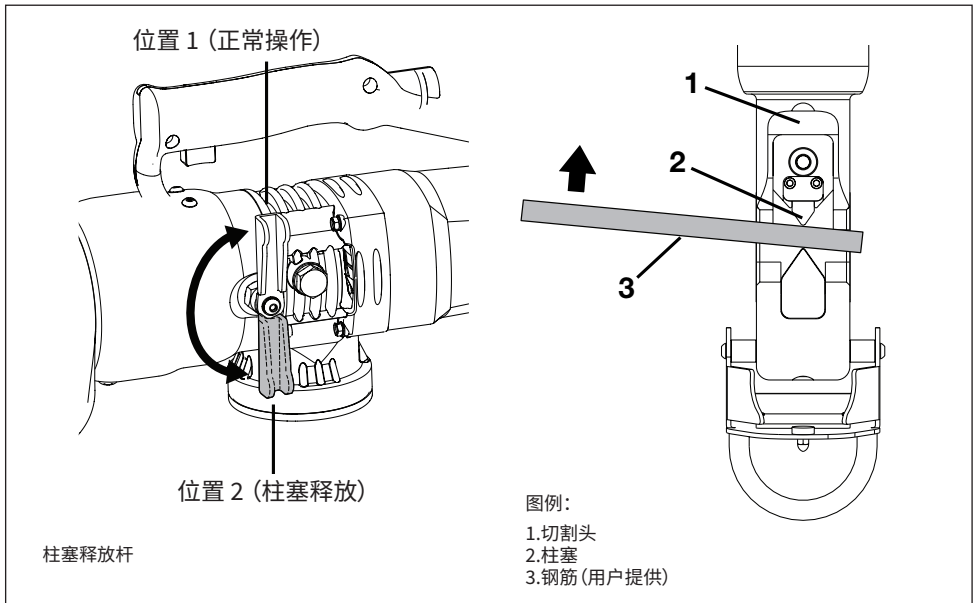

图 17, 柱塞手动缩回程序
4. 使用坚硬的钢筋，手动将切断机的柱塞推回，直至其缩回原位。请参见图 17，第 3 项。这一操作将会清理掉正常运行过程中阻碍柱塞缩回原位的污垢或其它杂物。
5. 顺时针将柱塞释放杆完全移动到位，使切断机返回正常操作。参见图 17，位置 1。
8. 清洁柱塞的外露部分。清除该部分上的所有碎片、碎屑和污垢。请参见图 17，第 2 项。